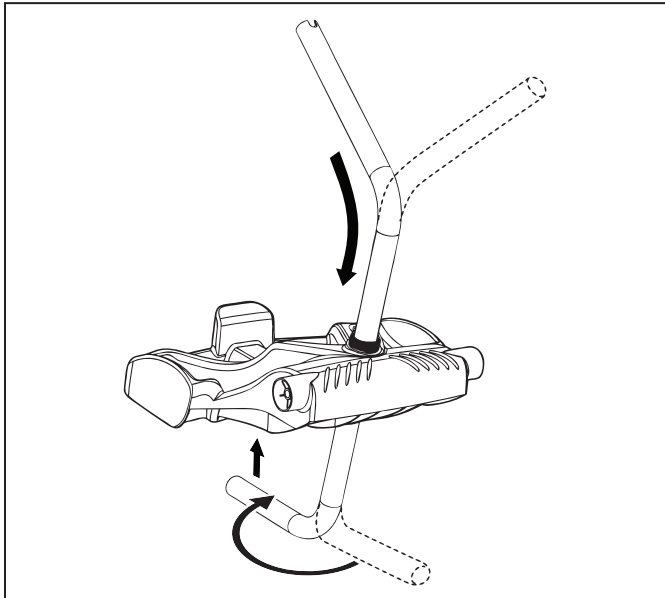

Figura 3. Conecte la estructura de metal a la unidad de base
2. Inserte los caños de la estructura de metal de la manija en la unidad de base con el extremo de la muesca en la parte superior; luego, rote para que la parte curva queden alejada de usted (Figura 3).
3. Empuje hacia abajo la unidad de base (Figura 3), para que la estructura de metal de la manija que fijado en la ranura en la parte inferior de la base.